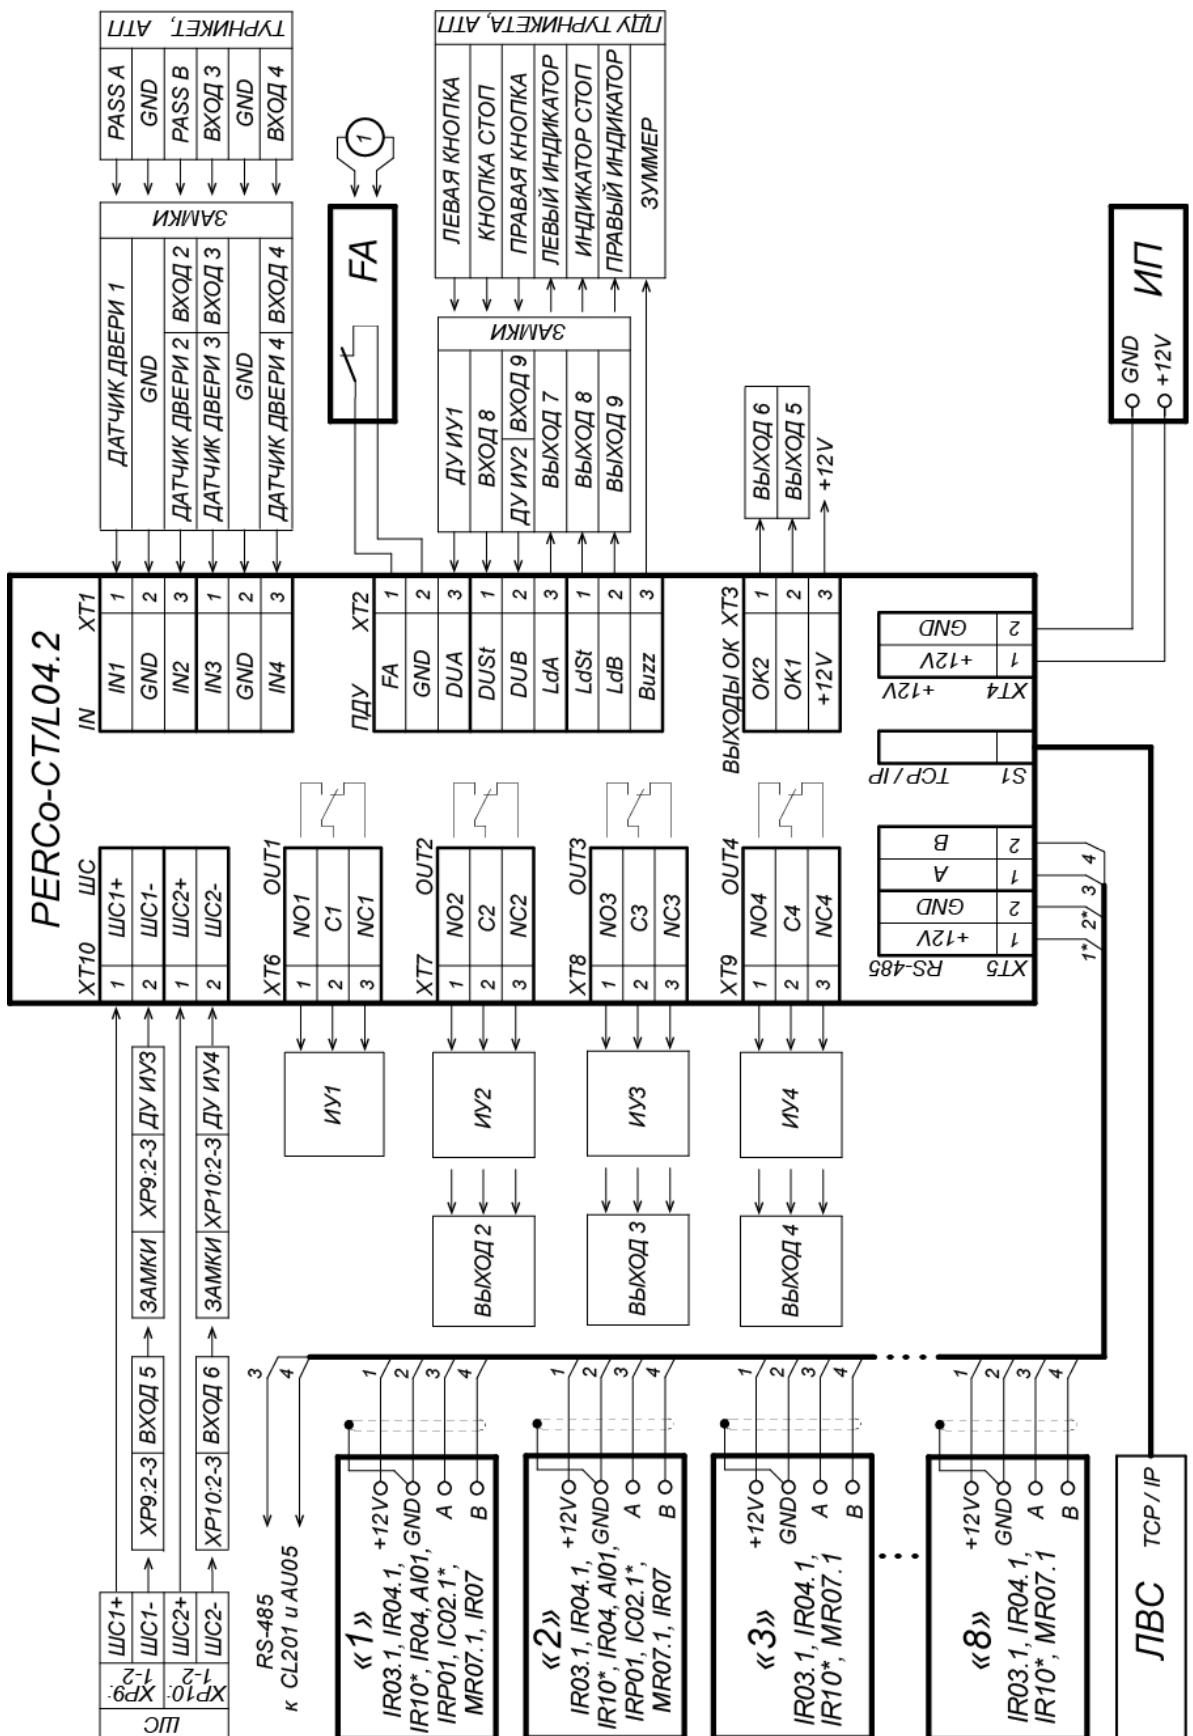

Рисунок 3. Общая схема подключений
При подключении к RS-485 руководствуйтесь инструкциями на подключаемые устройства и схемой, представленной на рис. 3. Для подключения линии связи RS-485 к контроллеру применяется кабель типа №2 (см. табл. 5).
Возможны следующие варианты подключения считывателей (см. рис. 3):
Подключение к контроллеру осуществляется согласно схемам, представленным на рис. 3 - 14. Используемые типы кабелей указаны в табл. 5. Расположение клеммных колодок на плате контроллера указано на рис. 1.
7. Установите ИП, подключите кабель от ИП к клеммной колодке **XT4** нижней платы контроллера согласно схеме, представленной на рис. 3.
2. Подключение замка производится к клеммным колодкам **XT6-XT9** нижней платы контроллера в соответствии со схемами подключения (см. рис. 3 - 5).